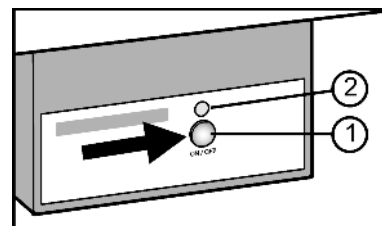

Fig. 23
- ▶ Appuyer sur la touche On/Off Fig. 23 (1) afin que la DEL Fig. 23 (2) s'allume.